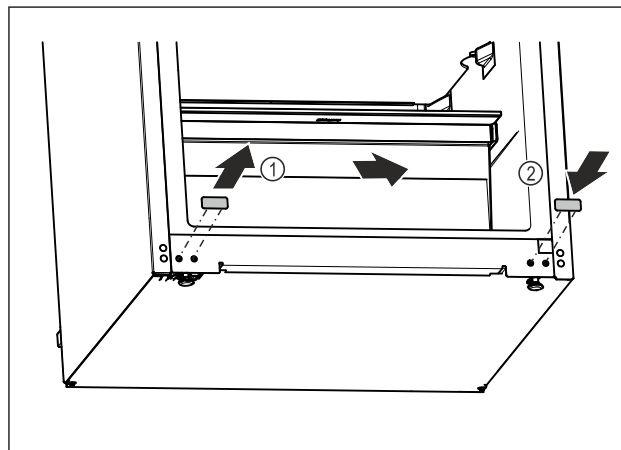

Fig. 21
- ▶ Vytiahnite kryciu zátku. Fig. 21 (1)
- ▶ Nasadte kryciu zátku na opačnú stranu. Fig. 21 (2)